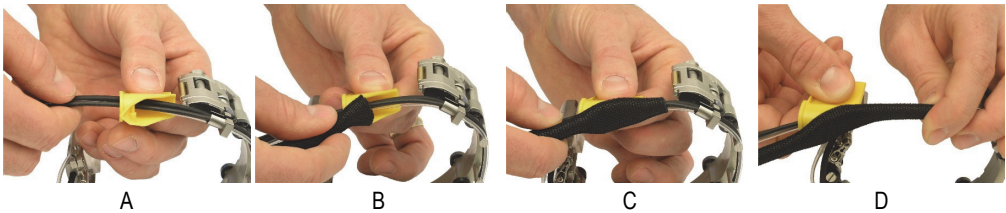

Figura 2-2 Installazione della guaina di protezione
2. Mediante l'attrezzo d'installazione del cablaggio giallo, inserire la guaina di protezione sui cavi e il tubo come segue (vedere Figura 2-2 a pagina 35):